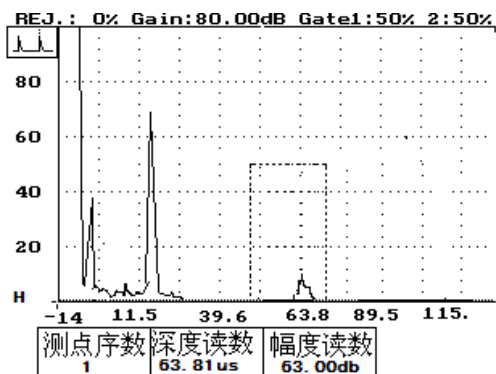

图 18-46
- 6、按波形键及方向键——使屏幕上出现被测标准试块上横通孔的反射波。同时使反射波的波高达到一定幅度。如图 18-46 所示。